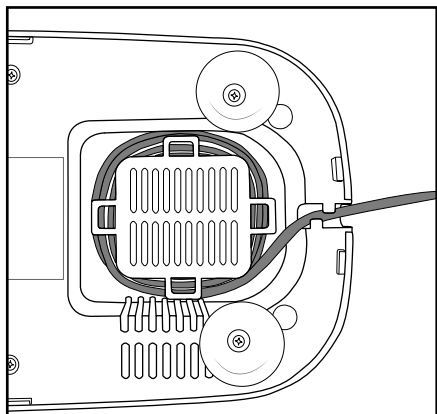

Bild 3: Sladdhållare
- Linda sladden ④ runt hållaren på produktens undersida (bild 3):